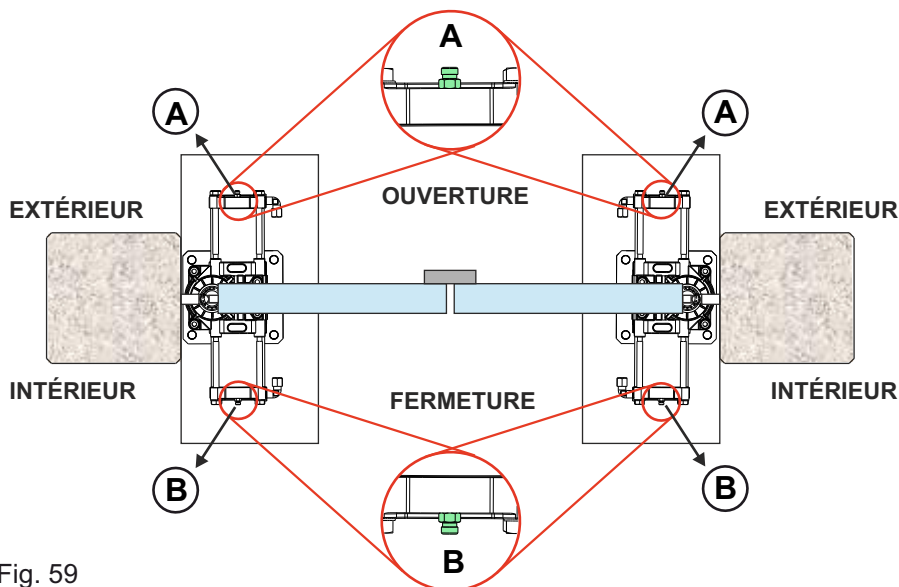

Fig. 59
- 2 - Pendant le mouvement du portail, desserrer la vis de purge «A» (Fig. 59) ;
- 6 - Pendant le mouvement du portail, desserrer la vis de purge «B» (Fig. 59) ;